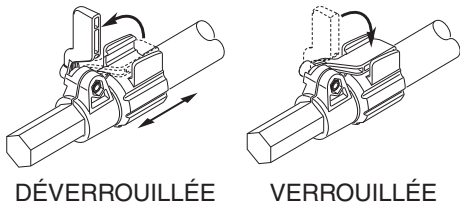

Figure 12 - Extension de la perche télescopique
1. Pour rallonger la perche, déverrouillez le levier à came, comme illustré dans la Figure 12. La perche peut alors glisser librement.
3. Pour verrouiller la tige à la longueur désirée, serrez le levier de serrage comme illustré dans la Figure 12.